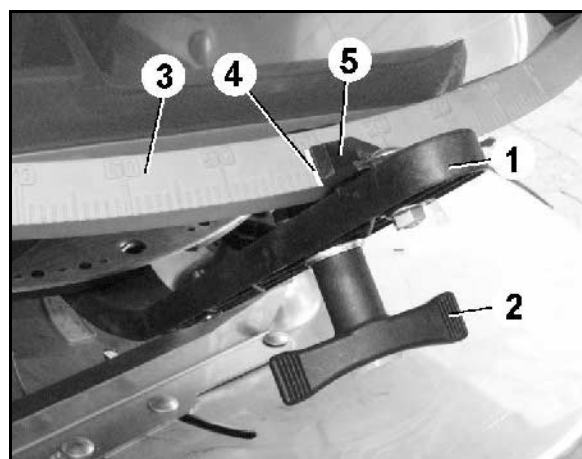

Fig. 11
O ajuste da quantidade faz-se, segundo a tabela de dispersão, através da alavanca de ajuste (Fig. 11/1).
2. Soltar a porca de orelhas (Fig. 11/2).
3. Procurar a posição necessária da corrediça na escala (Fig. 11/3).
4. Apontar o bordo de leitura (Fig. 11/4) do indicador da alavanca de ajuste (Fig. 11/5) para o valor de escala.
5. Voltar a apertar firmemente a porca com orelhas (Fig. 11/2).